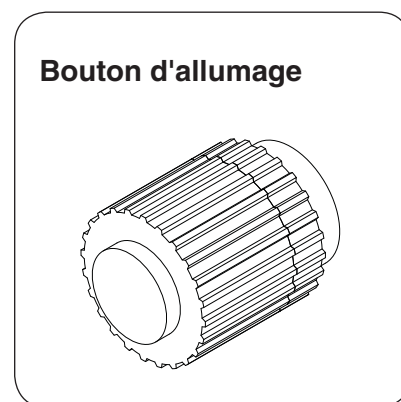

Fig. 20-1
3. Appuyez et maintenez enfoncé le bouton d'allumage électronique (voir Fig. 20-1). L'allumeur commence à susciter un déclic rapide.